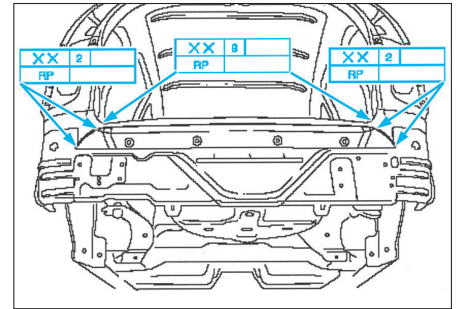

FIG. 72
- Souder la jupe extérieure (Fig.72).